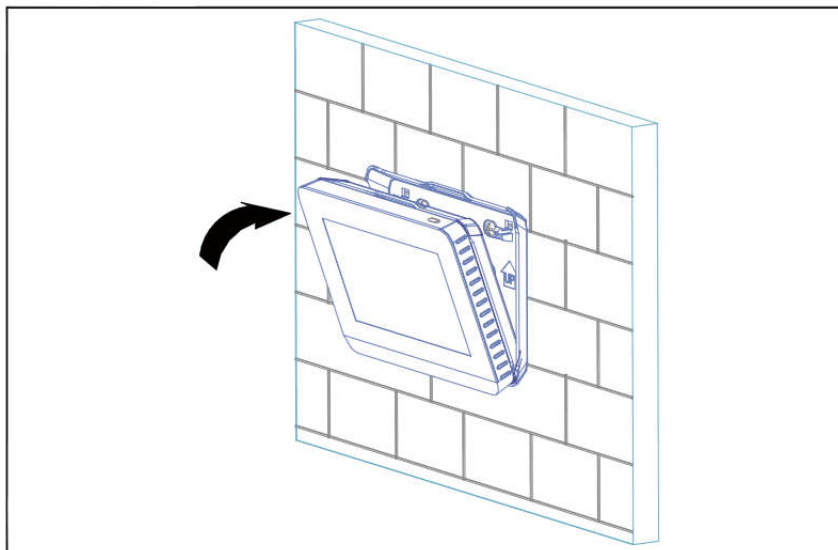

Bild 6
3.1.5 Drücken Sie den oberen Bereich des Zentralcontrollers in die Rückplatte bis zum Einrasten ein, wie in Abb. 6 gezeigt.